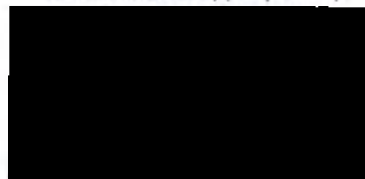

Рисунок 29. Язык
1. Выберите значок **LANGUAGE** (ЯЗЫК) в окне **SYSTEM CONFIGURATION MENU** (МЕНЮ КОНФИГУРАЦИИ СИСТЕМЫ), чтобы открыть окно **LANGUAGE MENU** (МЕНЮ НАСТРОЕК ЯЗЫКА) (Рисунок 29).